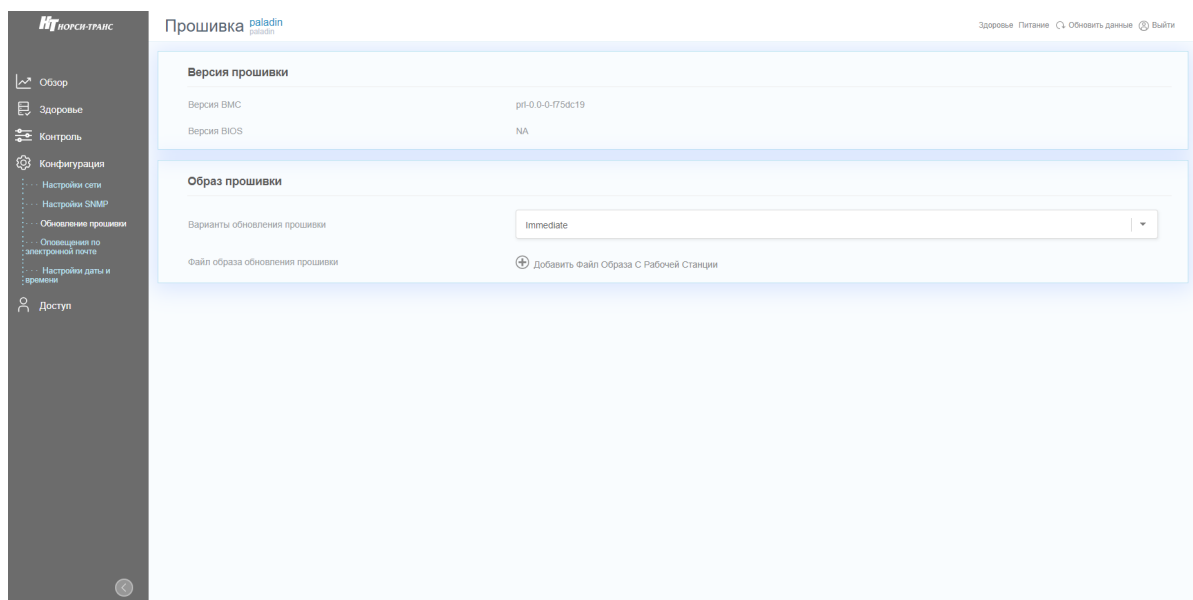

Рис. 74. Окно «Обновление прошивки»
- 2) Пройдите во вкладку «Конфигурация» → «Обновление прошивки». Окно показано на рис. 74 Окно «Обновление прошивки».